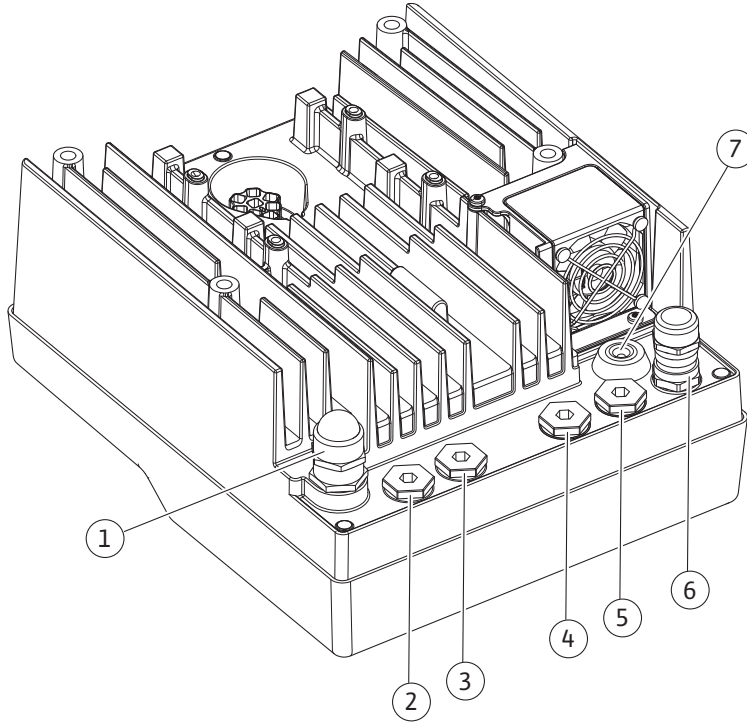

Fig. 10: غدد الكابلات/توصيلات الكابلات
- ← وحدة CIF لأتمتة المبنى (اتصال الناقل): يتم توصيل الدرع بمدخل الكابل في الوحدة الإلكترونية (Fig. 10).
- 4 قم بتوجيه كابل التوصيل عبر غدة الكابل M25 (Fig. 10، الموضع 1). اربط غدة الكابل بعزم الدوران المحدد.